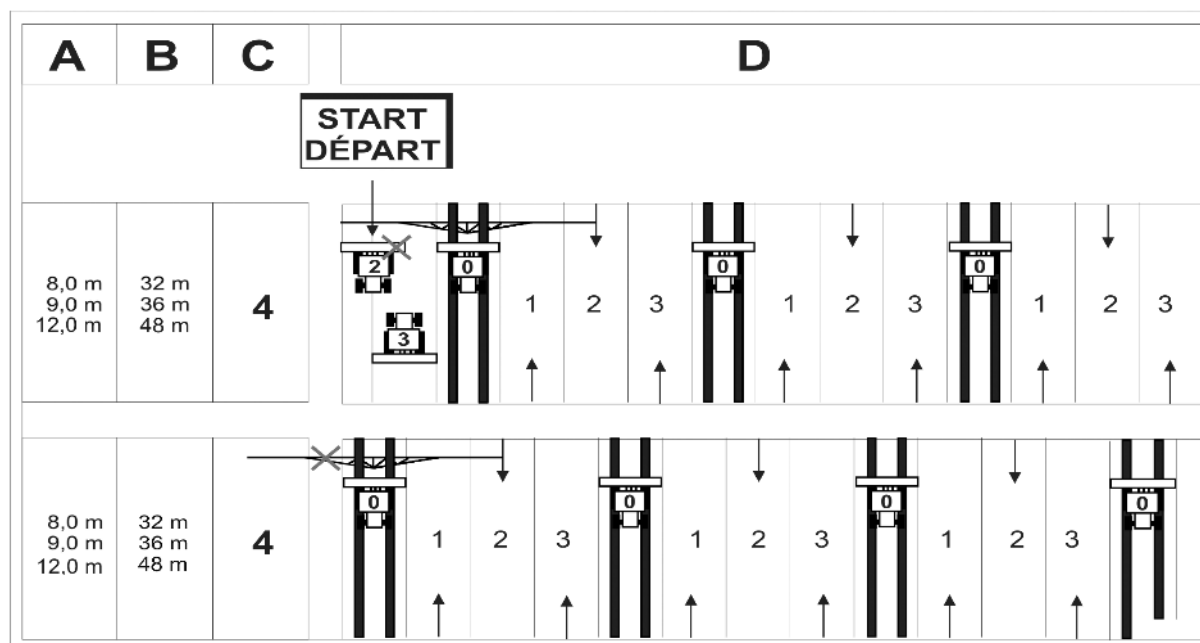

Рис. 45
2. Извлеките закрепленный шплинтом (Рис. 45/2) палец (Рис. 45/1).
2. закрепите фиксирующими пальцами (Рис. 45/1) пружинной защелкой (Рис. 45/2).